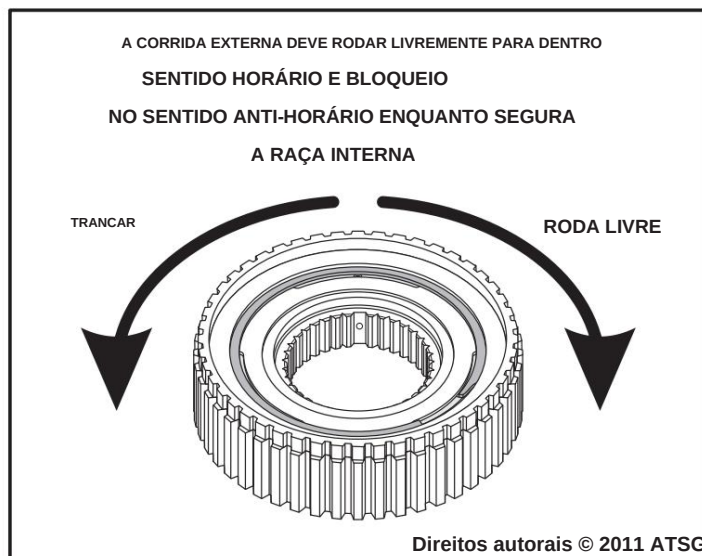

Figura 71
13. Verifique o suporte inferior para a roda livre adequada direção, conforme mostrado na Figura 71.